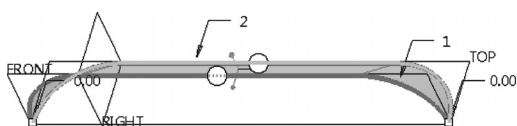

图 7-16 指定第一方向链
3) “边界混合”选项卡中的 (第一方向链收集器) 处于被激活状态。结合〈Ctrl〉键选择图 7-16 所示的曲线作为第一方向链。